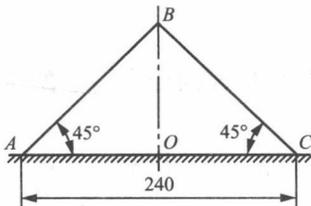

图 1-8
1.5 图 1-8 所示的三角形薄板因受外力作用而变形, 角点 B 铅垂向上的位移为 0.03 mm , 但 AB 和 BC 仍保持为直线。试求沿 OB 的平均应变, 并求 AB 与 BC 两边在 B 点的角度改变。